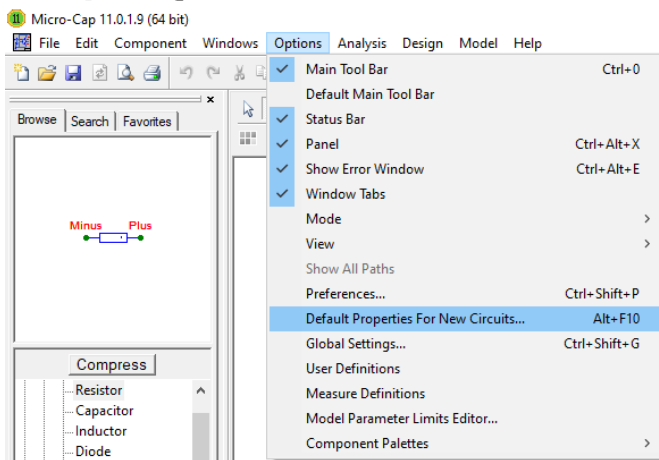

Рис. 13. Настройка отображения элементов схемы
1) Для того чтобы в программе Micro-Cap установить обозначение элементов европейского типа необходимо задать соответствующие настройки через пункт *Default Properties For New Circuits...* на вкладке главного меню *Options* (рис. 13).